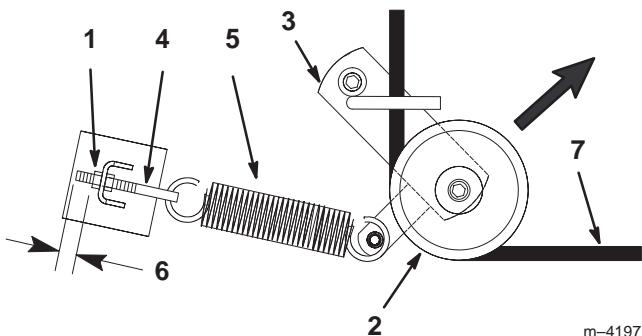

Figure 44
- Tirez la poulie de tension dans la direction indiquée à la Figure 44 et retirez la courroie des poulies.
- Faites passer la courroie neuve dans le bras de tension et autour de la poulie de tension (Fig. 44).
- Tirez la poulie de tension dans la direction indiquée à la Figure 44 et acheminez la courroie autour des autres poulies (Fig. 45).
Remarque : Vérifiez qu'une longueur de 3 mm de filetage du boulon à œil est visible (Fig. 44).